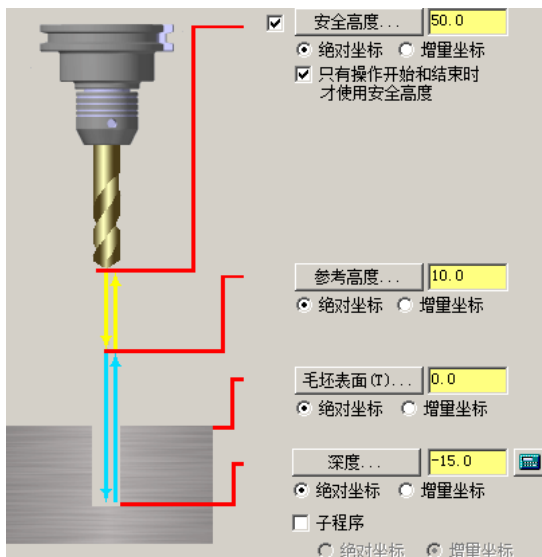

图 4.6.8 “连接参数”设置界面
Step2. 设置连接参数。在“2D 刀路-钻孔/全圆铣削 深孔钻-无啄孔”对话框左侧节点列表中单击 **连接参数** 节点，设置图 4.6.8 所示的参数。